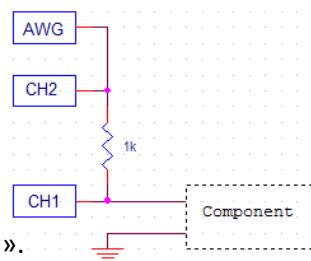

Figure 64: testeur de composant
- 1) Construisez le montage figure 64.